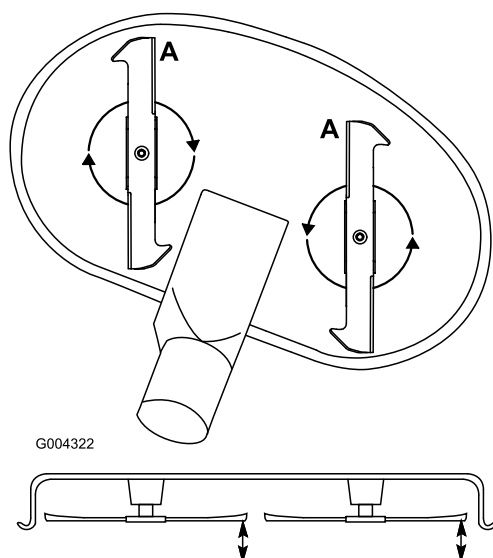

Figure 48
1. Tournez les lames dans le sens longitudinal (Figure 48). Mesurez la distance entre la surface plane et le tranchant (position **A**) des lames (Figure 48) et notez cette valeur.